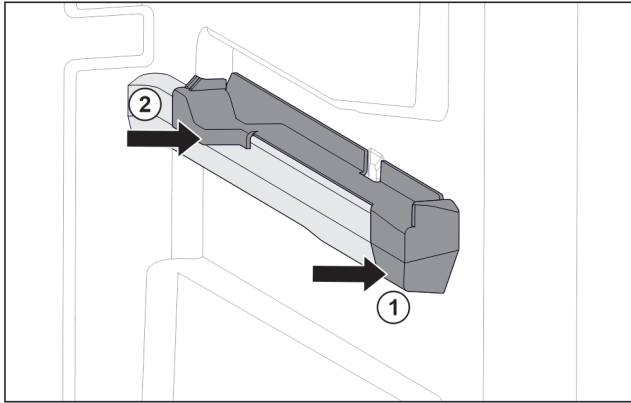

Fig. 79 Insteekelement op rechter containerrib
- ▶ Insteekelement voor tegen containerrib plaatsen. *Fig. 79 (1)*
- ▶ Insteekelement achter aandrukken. *Fig. 79 (2)*